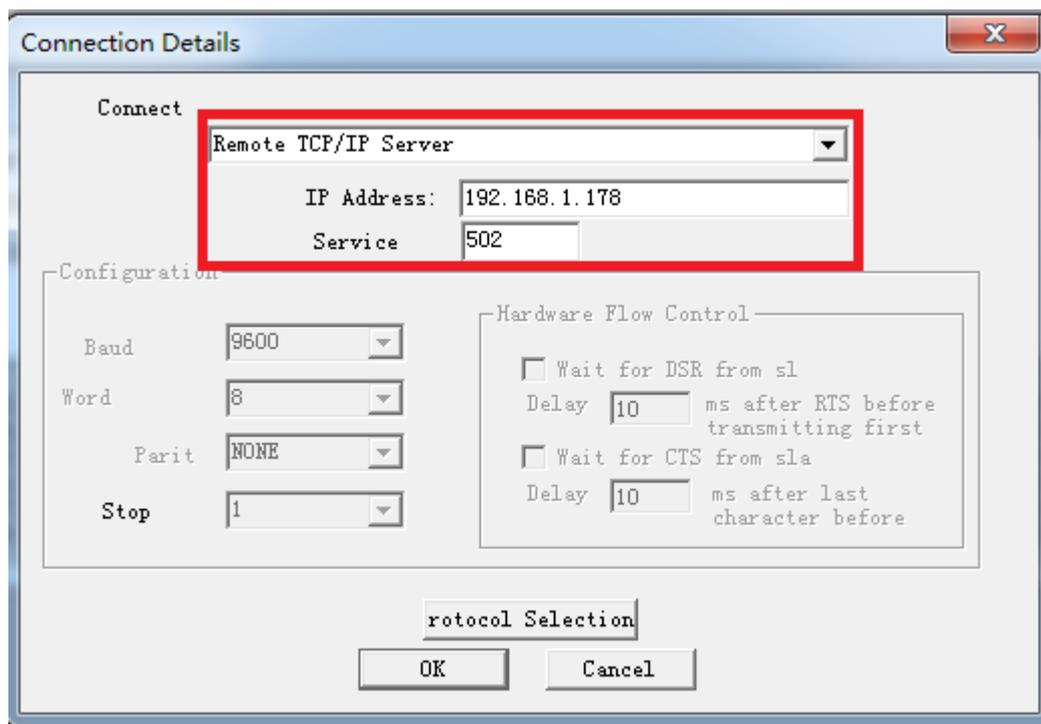

图 1
2. 选择菜单 Connection/Connect，选择 Remote TCP/IP Server，输入 BCNet-CP 的 IP 地址，Service 端口为 502；点击[OK]按钮，如图 1 所示。